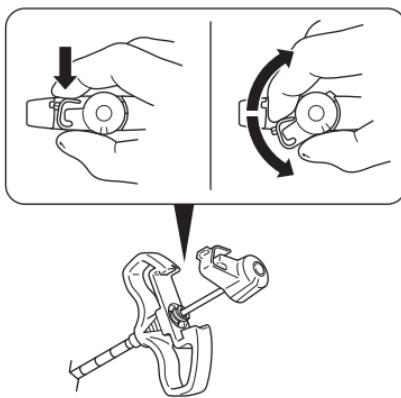

Figura 2: Retire el estilete de la cánula de acceso
- Desbloquee y retire el estilete de la cánula de acceso (figura 2).